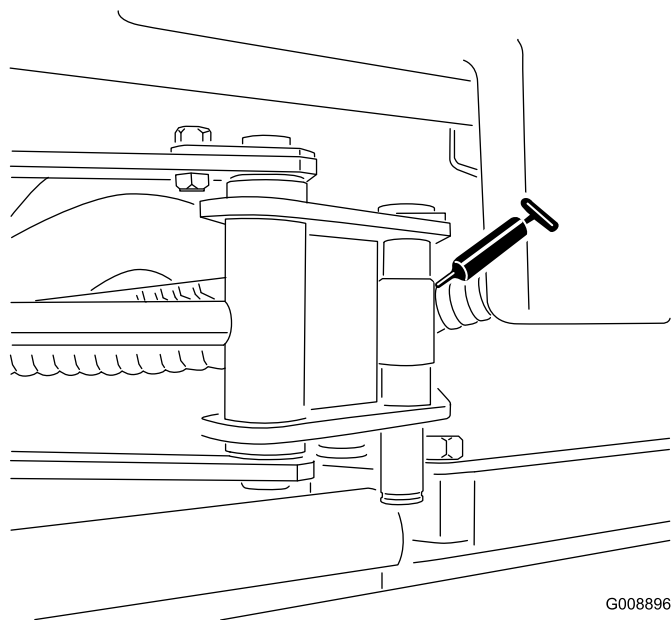

Рисунок 34
- Два торца цилиндров SideWinder (Рисунок 34)